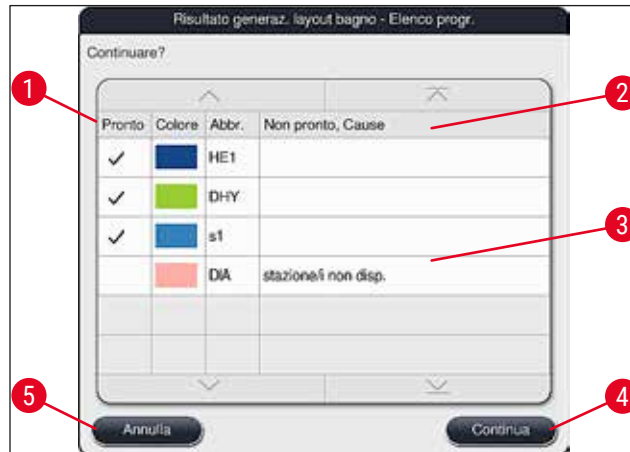

Fig. 52
- Se sono stati selezionati più programmi di quanti ne possono essere integrati nel layout del bagno, l'utente viene informato con la schermata **Risultato generaz. layout bagno** (→ "Fig. 52"). I programmi integrati con successo sono contrassegnati da una spunta nella colonna **Pronto** (→ "Fig. 52-1") .